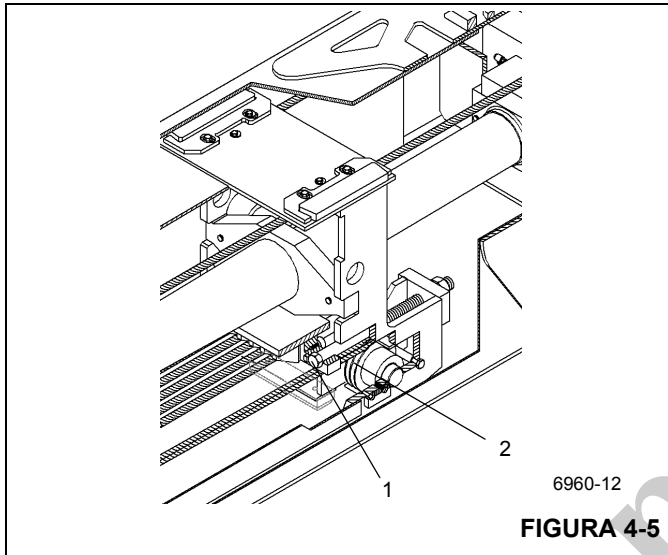

FIGURA 4-5
1. En la parte trasera de la sección central interior, saque el perno y el buje retenedor del cable (1) de la parte tra-
sera de cada conjunto de polea de cable de retracción (2) Figura 4-5.